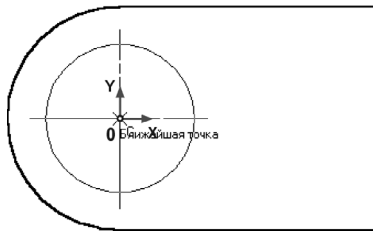

Рис. 17.3. Построение отверстия
3. Постройте окружность диаметром 20 мм с отображением осей. Положение центра укажите с помощью привязки **Ближайшая точка** в центре дуги (рис. 17.3).